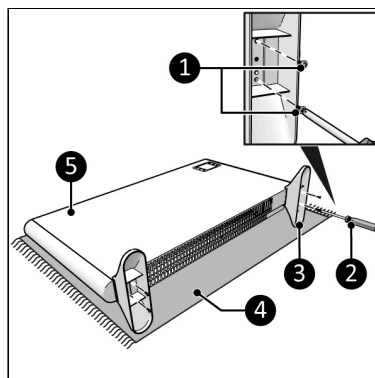

Figure 7.
1. Posez l'appareil sur une surface douce et stable (Figure 7, pos. 4).
2. Placez les pieds (Figure 7, pos. 3) des deux côtés du corps principal (Figure 7, pos. 5).
3. Vissez et serrez les pieds avec une petite vis (Figure 7, pos. 1) à l'aide d'un tournevis Phillips (Figure 7, pos. 2).